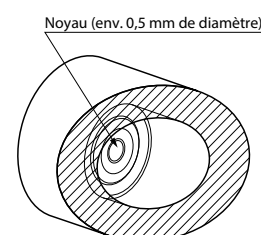

Fig. 6 Noyau central
- Pour vérifier la hauteur du centre de la plaque intérieure, contrôler le noyau qui reste au centre de la partie inférieure du trou foré. Si la hauteur du centre est dans la position normale, il reste un noyau d'environ 0,5 mm de diamètre après l'usinage. (Fig. 6)